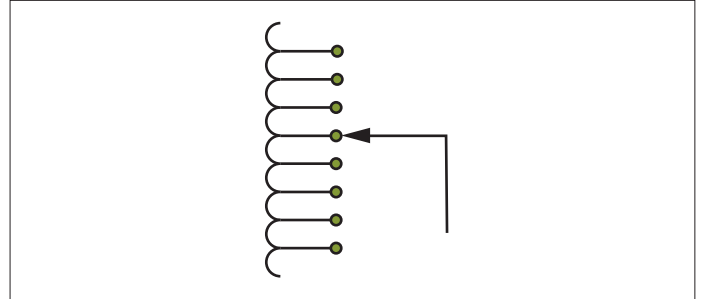

Рис. 21. Линейное переключение
- Линейное переключение, см. рис.21.